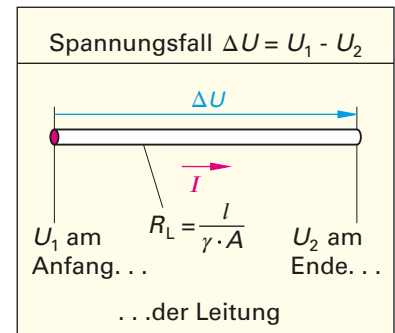

Bild 2: Spannungsfall an einer Leitung
2. In einer 30 m langen Kupferader H07V-U 1,5 mm² fließt ein Strom von 16 A. Berechnen Sie den Spannungsfall ΔU (**Bild 2**). Geben Sie einen Antwortsatz an.